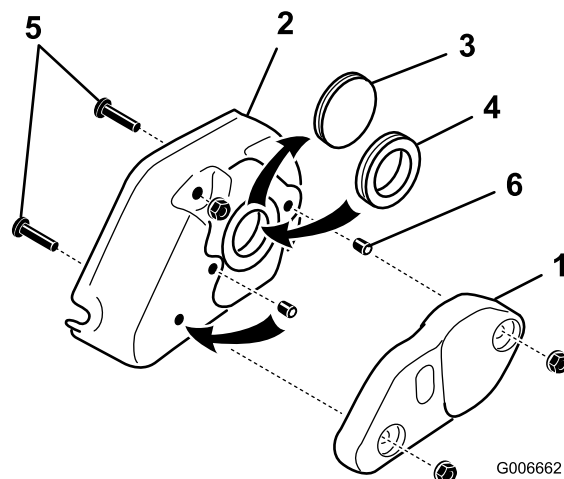

Figura 28
31. Retire las 2 tuercas con arandela prensada de 5/16" que sujetan el contrapeso del acondicionador a la cubierta del acondicionador y retire el contrapeso (Figura 28).
32. Retire el disco de goma de la cubierta y sustitúyalo con el anillo de goma (Figura 28).
33. Retire los 2 tornillos de 5/16" x 1-1/4" enroscados en la cubierta (Figura 28).
34. Retire el tornillo de fijación del taladro central de la cubierta del acondicionador (Figura 28). Instale este tornillo de fijación y el tornillo de fijación incluido con el kit en los taladros usados anteriormente para los tornillos de montaje de la cubierta. Aplique Loctite a los tornillos de fijación antes de la instalación. Asegúrese de que los tornillos de fijación están enroscados con la cubierta.